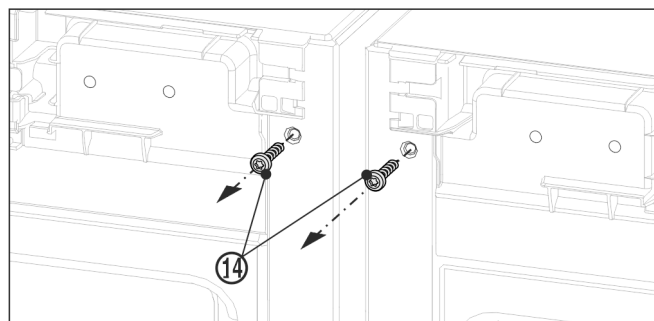

Fig. 11
- Înainte de montarea vinclului superior extrageți prin rotire cele două șuruburi pentru pământare Fig. 11 (14).